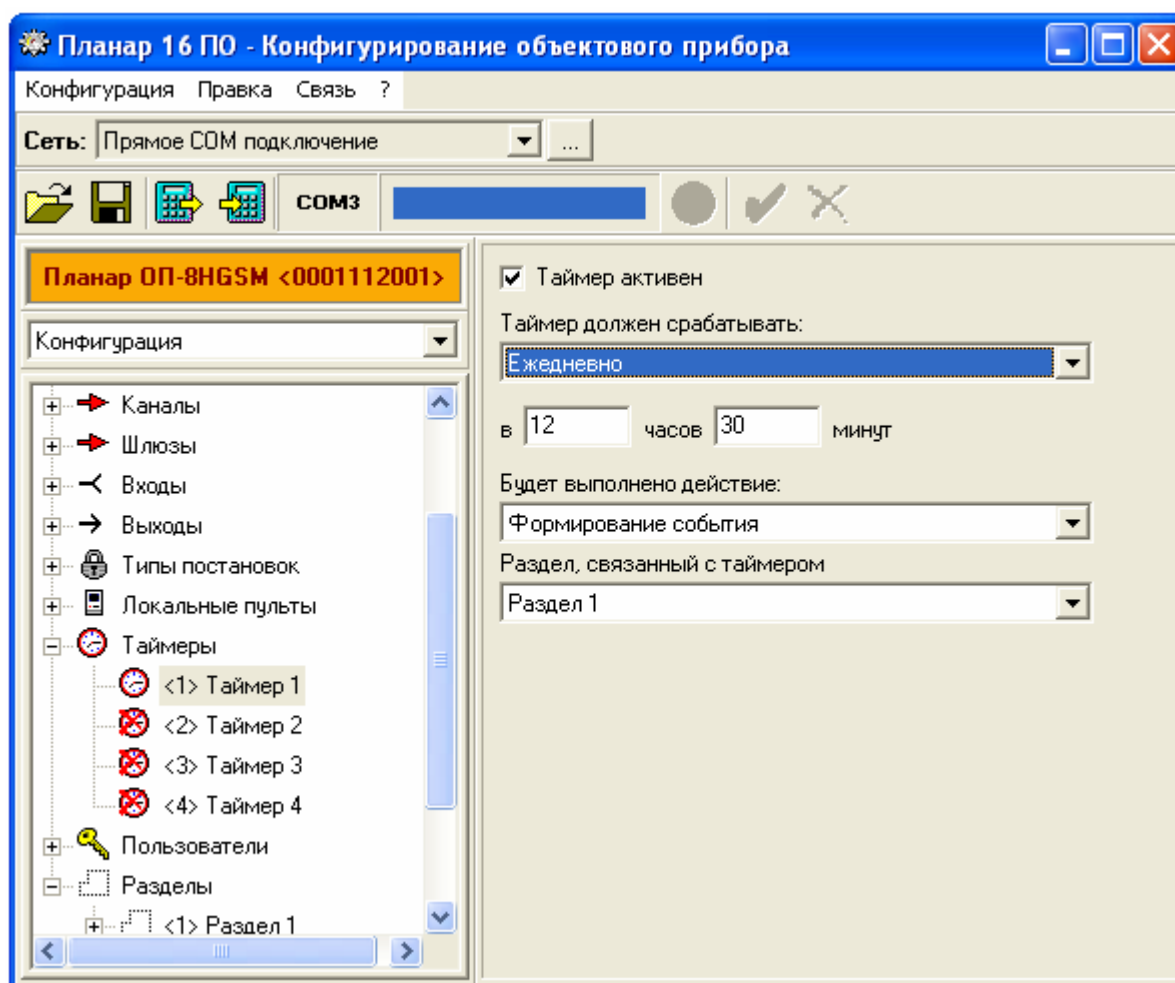

Рис. 12.21 Программирование таймера
12.2.11.2.4.1. Типовое окно программы конфигурирования объектового прибора при программировании таймера приведено на рис.12.21.